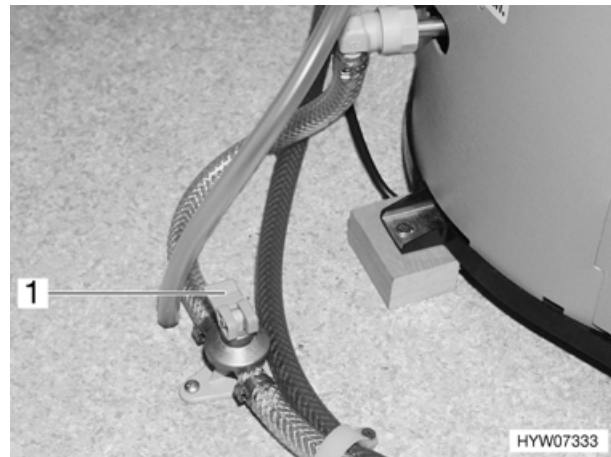

Fig. 76 Valvola di scarico boiler
- Chiudere il rubinetto di scarico del boiler (Fig. 76,1).
- Aprire la valvola di scarico del boiler (Fig. 76,1). A questo scopo mettere la leva a bilanciere sulla valvola di scarico del Boiler in posizione verticale.